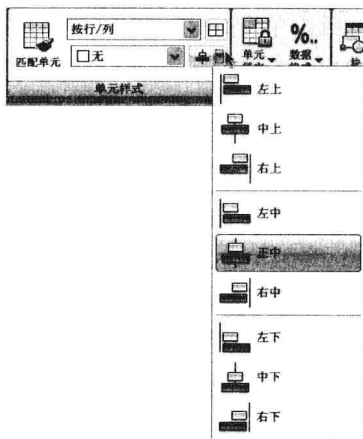

图 5-3-18
(10) 在“单元样式”面板中单击“对正”按钮，在弹出的列表中选择“正中”，如图 5-3-18 所示。